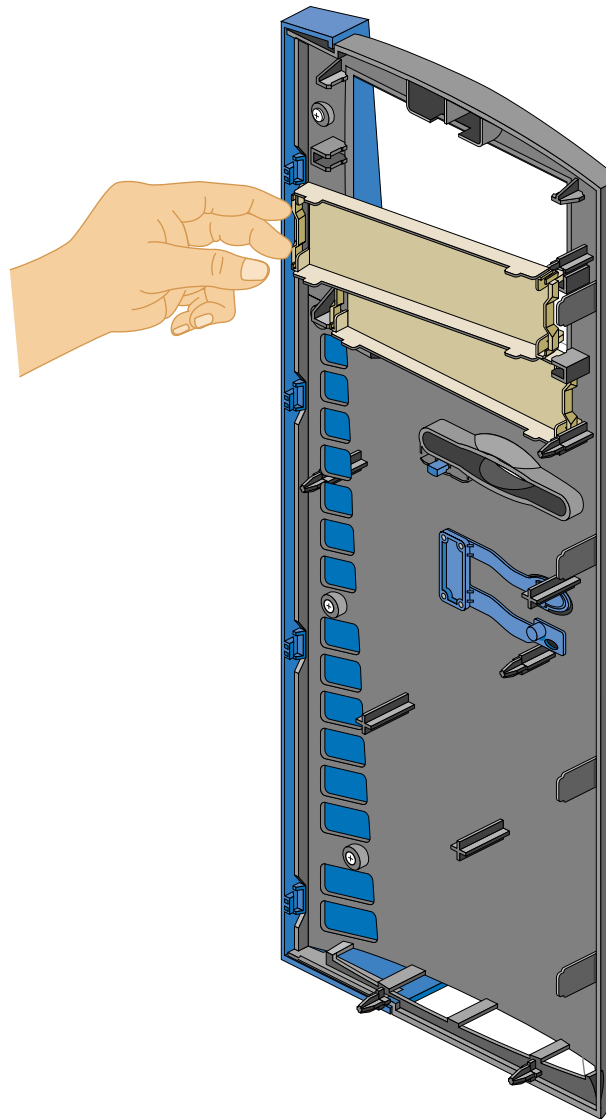

Figura 2-9 Extracción de la tapa de cierre de la cubierta
- Para extraer una tapa de cierre, presione sobre el mecanismo de desenganche de un extremo de la tapa y tire de ella para separarla de la cubierta. En la Figura 2-9 se muestra el procedimiento.